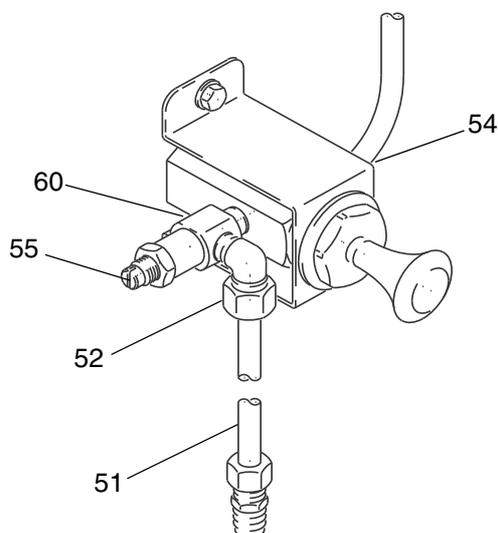

FIG. 5
Enrosque la válvula reductora (55) en la válvula simétrica (60), tal como se indica en la FIG. 5. Monte la válvula en la pared, a una altura conveniente, usando la ménsula de montaje (54). Conecte a la válvula el suministro primario de aire. Enrosque el accesorio de codo (52) en la entrada de 1/8 npt(h) de la válvula reductora. Introduzca un extremo del tubo de cobre (51) en el codo y apriete el accesorio. Enrosque el accesorio recto (53) en la base (17) del elevador. Introduzca el otro extremo del tubo de cobre (51) en este accesorio y apriete el accesorio.